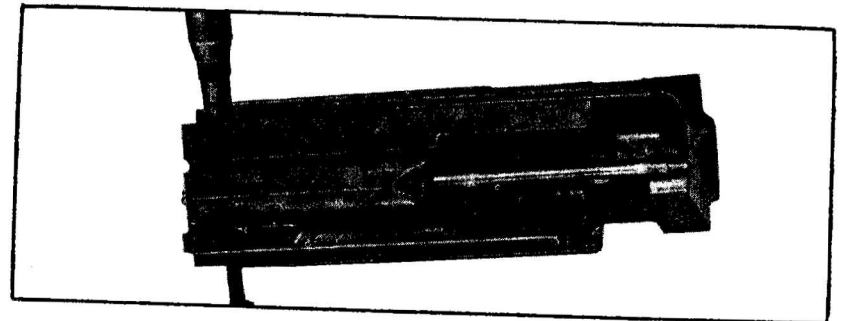

Fig. 43
- per estrarre il percussore dal carrello spingere con una cartuccia la spina tenuta percussore da sinistra a destra come indicato nella fig. 43, estrarla.
- to withdraw firing pin retaining pin from bolt-carrier use the tip of a cartridge to push the pin from left to right as shown in figure 43, and remove.